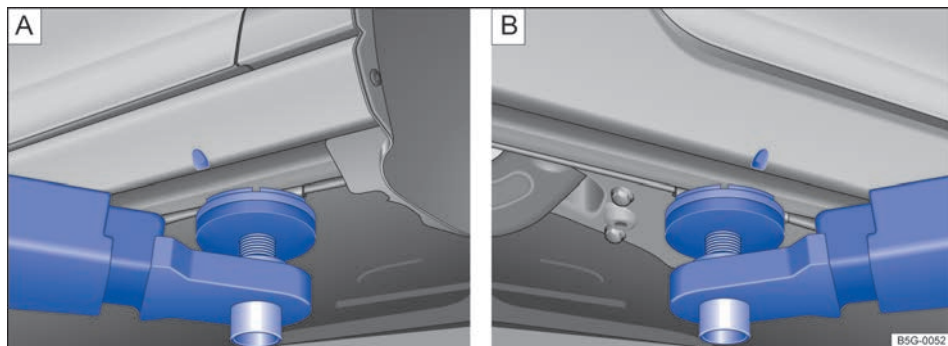

图 170 轿车前端 (A) 和后端 (B) 随车千斤顶或举升架举升点
必须在图示举升点举升轿车 → 图 170。如不在规定举升点举升轿车，则可能损坏轿车 → ，并可能严重致伤在场人员 → .
- 必须在图示举升点举升轿车 → 图 170。如不在规定举升点举升轿车，操作时（例如，拆卸发动机或变速箱时）轿车可能从举升架上落下，严重致伤操作人员！